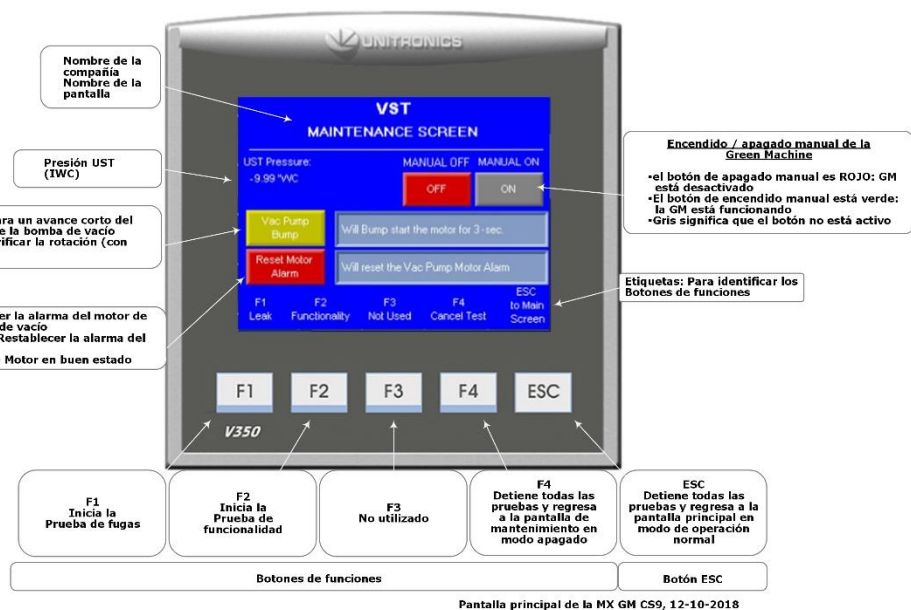

Figura 6-6: Pantalla de mantenimiento
1. En el panel de control de VST, verifique que aparezca la pantalla de mantenimiento en el PLC. **Vea la Figura 6-6.** (La GREEN MACHINE ahora está en el modo Manual OFF (apagado manual) y no funcionará.)